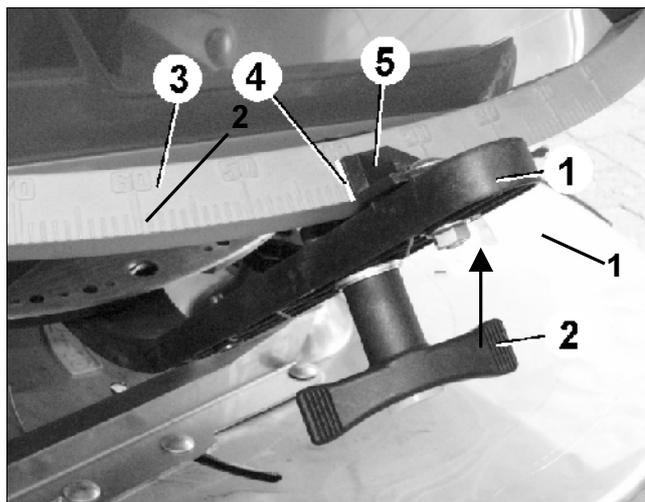

Fig. 103
- Løft indstillingsmotoren (Fig. 103/1) og træk stempelstangen (Fig. 103/2) ud af dens forbindelse til doseringsspjældet.